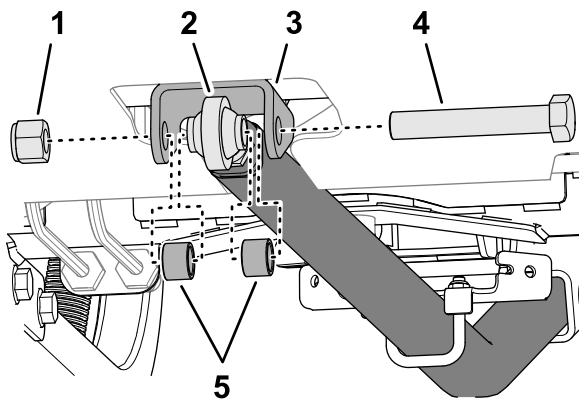

図 13
8. 牽引バーのロッド端部にある穴を、後フレームバルクヘッドの牽引バーマウントの穴に合わせる 図 13。
9. ロッド端をマウントに取り付けるキャップスクリュー $\frac{3}{4}$ x 4- $\frac{1}{2}$ "、ロックナット $\frac{3}{4}$ "を使用して図 13 のように取り付ける。